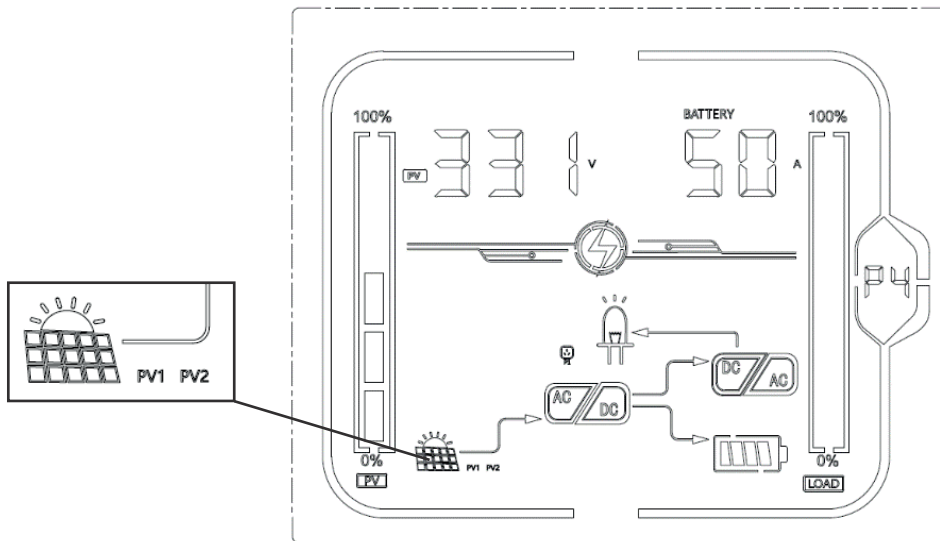

Рис. 1-4-2. Страница дисплея 4
*Дисплей для двух входов PV показан на рис. 1-4-2.